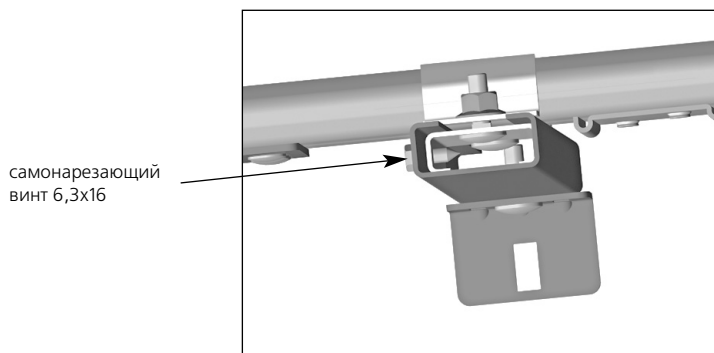

Рис. 24. Подвес задний. Вид снизу
- 13) Просверлить отверстие диаметром 5 мм в боковых полках С-образного кронштейна и кронштейна подвеса. В полученное отверстие завернуть самонарезающий винт 6,3х16. Данная операция выполняется для заднего подвеса горизонтальных направляющих (рис. 24).